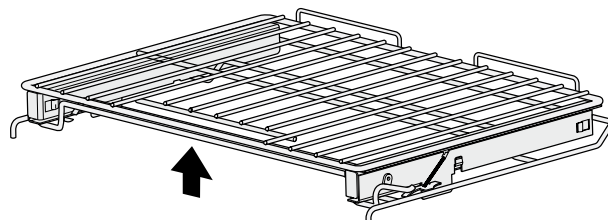

Figure 2 - Grille extensible avec le levier de relâchement en position déverrouillée
Grille de four entièrement extensible - Fig. 2
La grille de four entièrement extensible -Fig. 2- facilite la préparation des plats. Surtout lorsqu'il s'agit de plats très lourds.
2. Tout en retenant le levier vers le haut (voir figure 2), tirez la grille hors du four jusqu'à ce que vous arriviez à la position arrêt, utilisez vos deux mains si nécessaire.